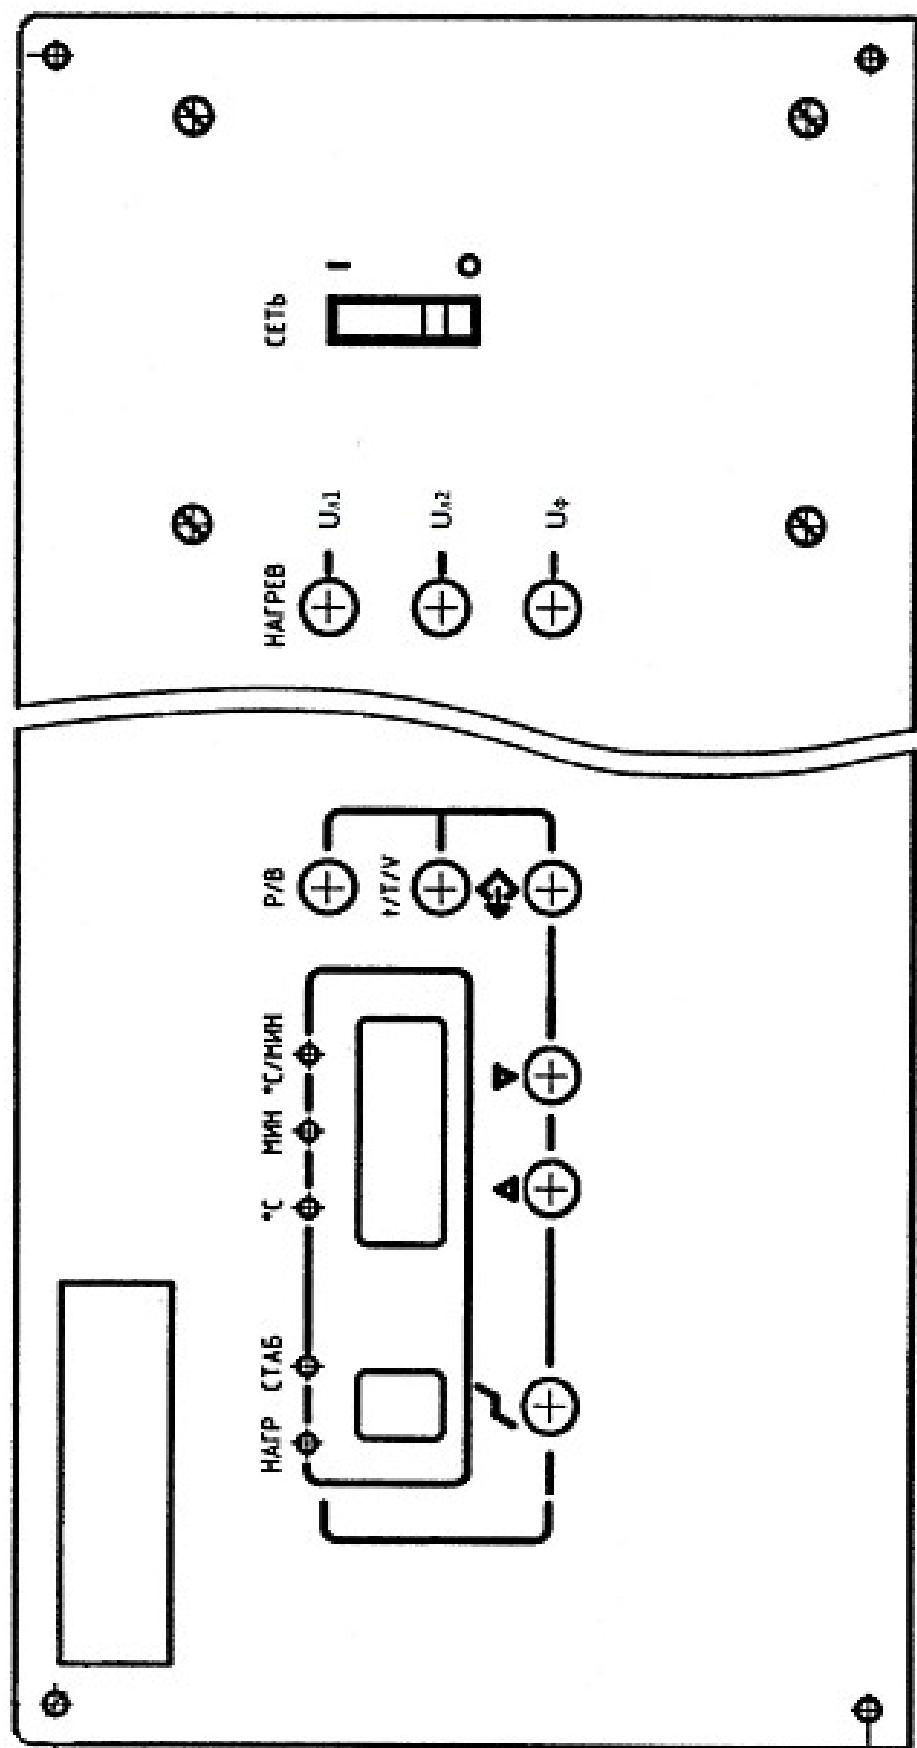

Рисунок 1 – Лицевая панель пульта управления электропечи
- 8.3 Включить выключатель «СЕТЬ» на лицевой панели пульта управления электропечи (рисунок 1), при этом на цифровом индикаторе «» загорится «0» (нулевая ступень), включится индикатор «Uф», сигнализирующий о подаче фазного напряжения на нагреватели (при этом нагрев не происходит, т.к. нагреватели включены по схеме треугольника). Цифровые индикаторы, на которые выводится значение параметра, начинают мигать – регулятор находится в режиме «ВВОД». Включен индикатор параметра – «МИН».